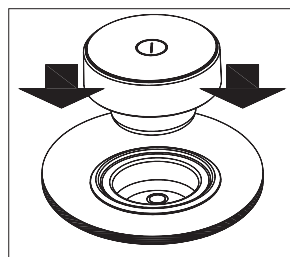

Figure 3
- 1 Insérez le bouton (2) dans son logement fonctionnel (voir figure 3).
- 2 Appuyez sur la touche tactile de mise en marche ①(1) pendant au moins une seconde. Le panneau de commande tactile est actif et visible, et l'anneau externe s'allume. Lorsqu'une zone de cuisson est chaude, l'indicateur de puissance (4) affiche le symbole H.